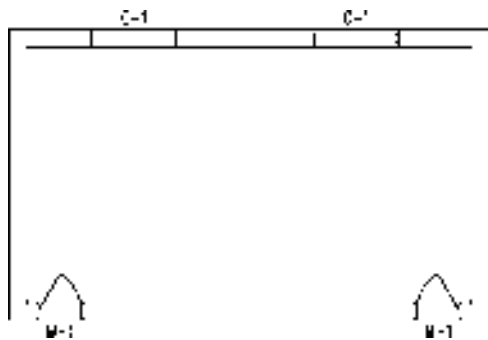

图 7-90 打开素材
1) 按〈Ctrl+O〉组合键，打开配套光盘提供的“第 7 章/7.3.5 矩形屋顶.dwg”文件，如图 7-90 所示。